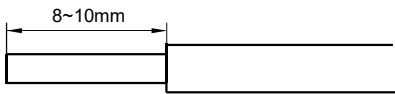
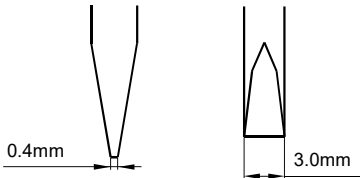

图1
图2
- 导线前端需剥去8mm～10mm的绝缘保护层。如图1所示，请务必按该尺寸使用。
- 接线时，请使用如图2所示螺丝刀。
将继电器插座防脱卡簧呈现于打开状态(详见图1)，将继电器对准插座主体型腔(详见图2)。然后逆时针扳动防脱卡扣，同时轻轻下压继电器，直至继电器完全装入插座(详见图3)。
(图1)
(图2)